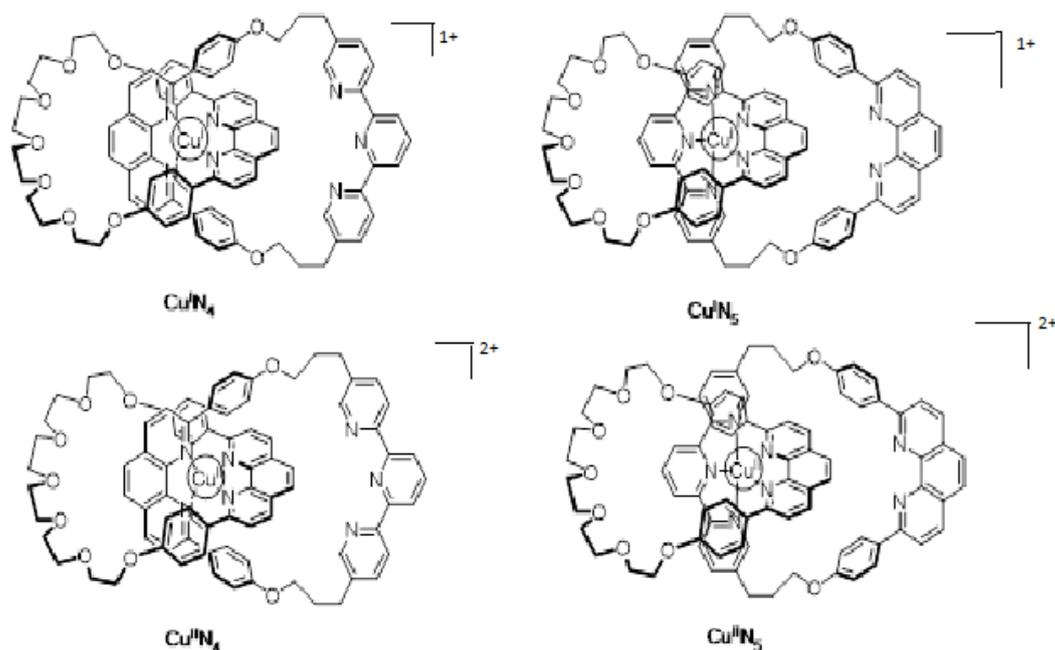

Fig. 2 – Estados del [2]catenano **L**
11. **Rellena** los casilleros sólidos con la designación de los complejos involucrados en la Fig. 2 y **completa** en los cuadros punteados la secuencia para alcanzar el control electroquímico del sistema utilizando la notación siguiente : \circlearrowleft (rotation); $+e^-$; $-e^-$.